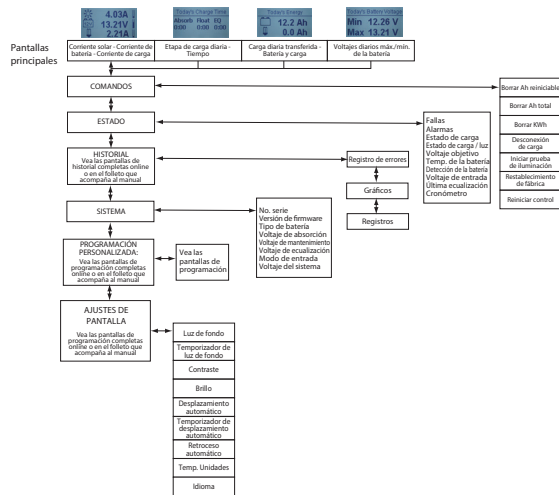

Figura 4-6. Mapa simplificado de medición.
- Amplio ajuste e información de configuraciones, como se muestra parcialmente en la figura 4-6 que se encuentra a continuación.
Las opciones de ajuste de la pantalla, como se muestra en la figura 4-6, se pueden ajustar utilizando las teclas de dirección para localizar y editar un ajuste o variable deseado.